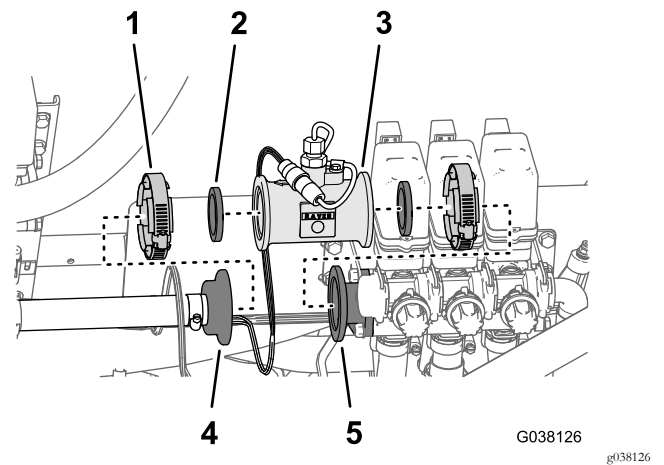

图16
1. 取下将流量表软管的宝塔凸缘接头固定至流量表的法兰夹具 图16。
2. 拆下将流量计固定至左喷洒臂段阀适配器接头的法兰夹具 图16。
3. 从阀门歧管卸下流量计和 2 个垫片 图16。